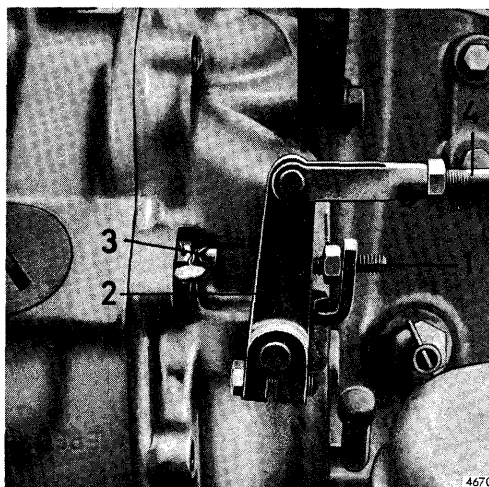

Fig. 27. Justerskruer for hastighed.
2. Juster med skruen (1) fig. 27, tomgangshastigheden til 450-475 o/m.
3. Ved fuld fodgas skal hastigheden for den ubelastede motor ligge mellem 1920 og 1950 o/m. Er hastigheden for lav, må man først og fremmest kontrollere om regulatorarmen (2) går mod stopskruen (3). Er dette ikke tilfældet, skal forbindelsesstangen (4) forlænges. Er hastigheden stadig for lav, endskønt armen går mod stopskruen, må denne skrues så langt ind at hastigheden bliver korrekt. Den må dog ikke skrues så langt, at armen ikke har kontakt med den. Er hastigheden for høj, skrues stopskruen udefter, til korrekt hastighed er nået. Juster også speederforbindelserne, således at gaspedalen går i bund samtidig med at regulatorarmen går mod stopskruen. Plomber stopskruen.